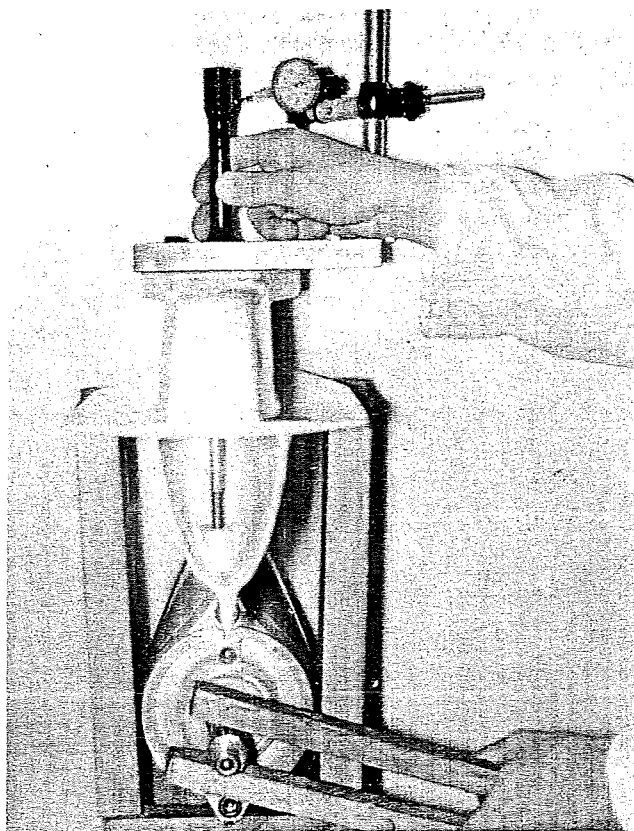

Fig. 24
4. Kontrollera kuggflankspelet, som mätes direkt mot den vertikala drivaxelns splinesbom. Spelet skall här vara 0,04 – 0,08 mm, vilket ger ett kuggflankspel av 0,10 – 0,20 mm i växeln. Se fig. 24.